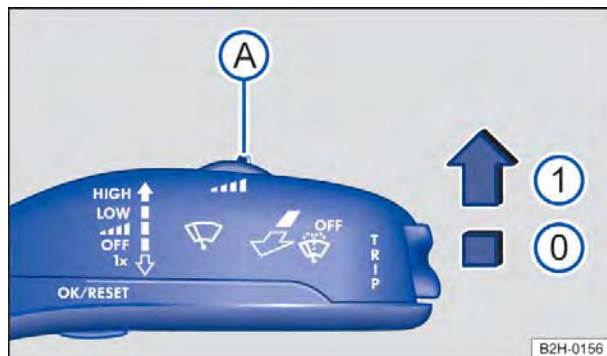

Fig. 76 Alavanca dos limpadores do para-brisa: regular a sensibilidade do sensor de chuva (A).
O sensor de chuva ativado controla automaticamente os intervalos dos limpadores do para-brisa de acordo com a intensidade da precipitação e da sensibilidade ajustada ⇒ ⚠. A sensibilidade do sensor de chuva pode ser regulada manualmente com o interruptor ⇒ Fig. 76 (A). Limpeza manual ⇒ Página 112.
Pressionar a alavanca para a posição desejada ⇒ Fig. 76: